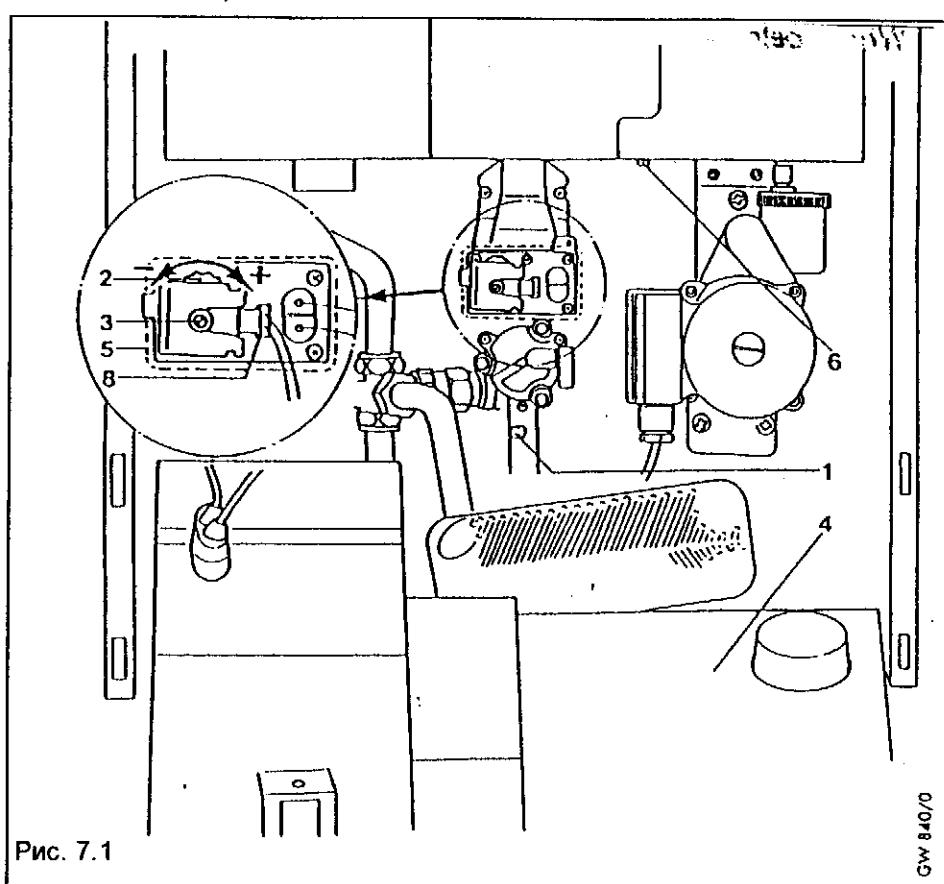

Рис. 7.1
- вывинтить уплотнительный винт в патрубке для измерения подсоединяемого давления (1, рис. 7.1).
- отпустить уплотнительный винт патрубка для измерения давления на соплах (6, рис. 7.1), но не вынимать полностью.
Указание: Регулировочный шпиндель (2, рис. 7.1) для наибольшей тепловой нагрузки и регулировочная ручка (3, рис. 7.1) для
При вращении регулировочного шпинделя (2, рис. 7.1) влево (давление на соплах уменьшается) установка наименьшей теп-
- Вывинтить уплотнительный винт в патрубке для измерения подсоединяемого давления (1, рис. 7.1).